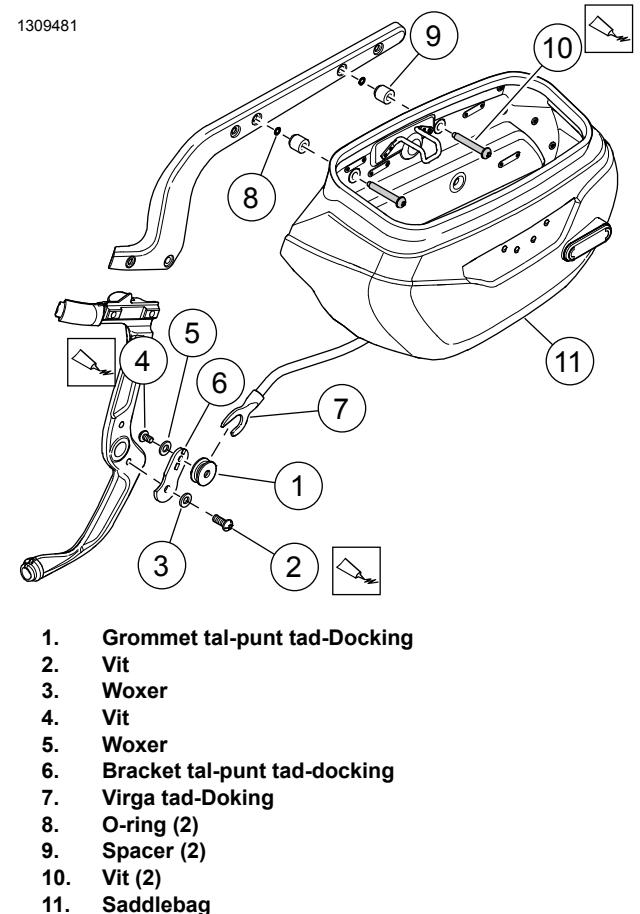

Figura 2. Immuntar tas-saddlebag (naħha tax-xellug)
1. Ara Figura 2 . Installa l-grommet tal-punt tad-docking tan-naħha tax-xellug.
- a. Ippozizzjona l-brekit tal-punt tad-docking (6) fuq il-frejm.
- b. Installa l-washer (3) u l-vit (2).